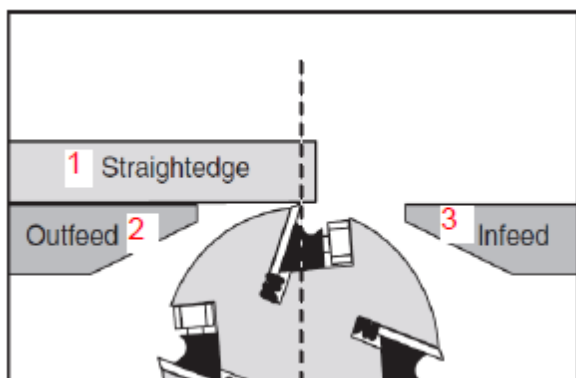

Рис. 11: 1 – поверочная линейка, 2 – отводящий стол, 3 – подающий стол
4. Положение стола и поверочной линейки будет таким, как показано на рис. 11. При работе с линейкой рядом с режущим валом необходимо соблюдать осторожность, чтобы не повредить ножи.